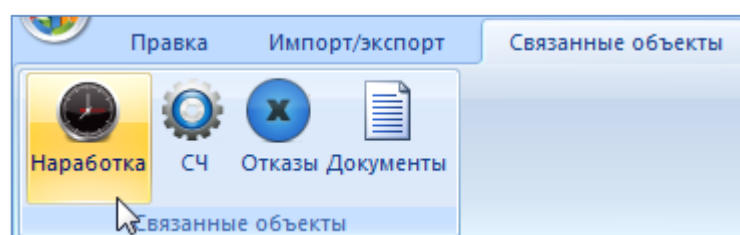

Рис. 13-360 – Вкладка «Связанные объекты» для состояния
- 3) Выбрать состояние и нажать кнопку «Наработка» панели «Связанные объекты» (рис. 13-360). В результате будет открыто окно связанных объектов «Наработка» для выбранного состояния.